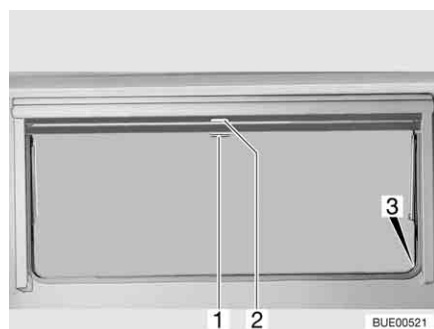

Fig. 81 Finestra apribile
- Tirare verso il basso l'oscurante a rullo accompagnandolo con la maniglia (Fig. 81,2). Quando si chiude completamente l'oscurante a rullo esso va agganciato da entrambi i lati al telaio della finestra nell'apposito elemento di fissaggio (Fig. 81,3).
- Quando l'oscurante a rullo è completamente chiuso: Spingere la maniglia (Fig. 81,2) verso il basso tirandola leggermente verso l'interno. Sganciare l'oscurante a rullo dagli elementi di fissaggio a destra e a sinistra del telaio della finestra.
- Quando l'oscurante a rullo si trova in posizione intermedia: Tirare la maniglia (Fig. 81,2) leggermente verso il basso finché l'elemento di fissaggio non si è sganciato.
- Tirare la maniglia (Fig. 81,1) della zanzariera a rullo verso il basso e agganciarla all'elemento di fissaggio (Fig. 81,3) su entrambi i lati del telaio della finestra.
- Spingere la maniglia (Fig. 81,1) verso il basso tirandola leggermente verso l'interno. Sganciare la zanzariera a rullo dagli elementi di fissaggio a destra e a sinistra del telaio della finestra.